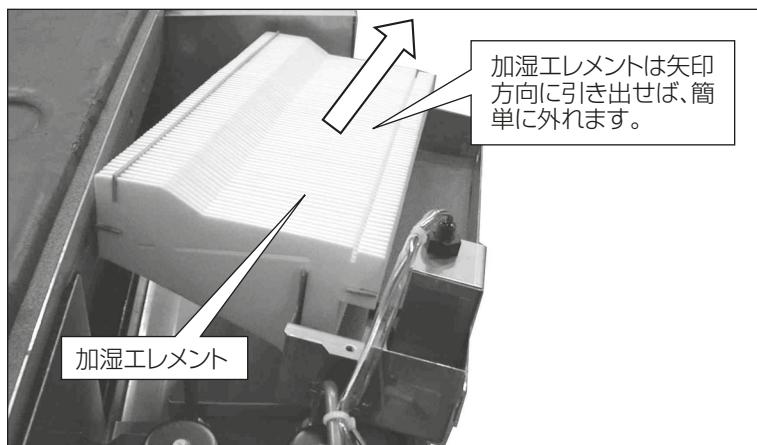

図34
3) 加湿エレメントを交換し(図34)、取外したのと逆の手順で給水タンク、加湿エレメントを固定して加湿器カバーを元に戻してください。